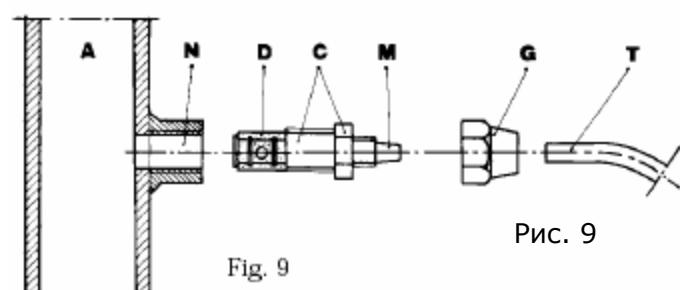

Рис. 9
ж - Виберіть найбільш підходяще місце для врізки в систему і встановіть в ньому сталевий коннектор із зовнішнім різьблением 3/8". Даний коннектор не входить в комплект постачання насоса. Вкрутіть в цей коннектор інжектор, як показано на рис. 9. Потім підключіть шланг скидання до інжектору і закрутіть гайку G. У даній ситуації інжектор також виконує функцію безповоротного клапана.
3.1. Схема встановлення інжектора Рис.9
- N – Конектор 3/8" (H)